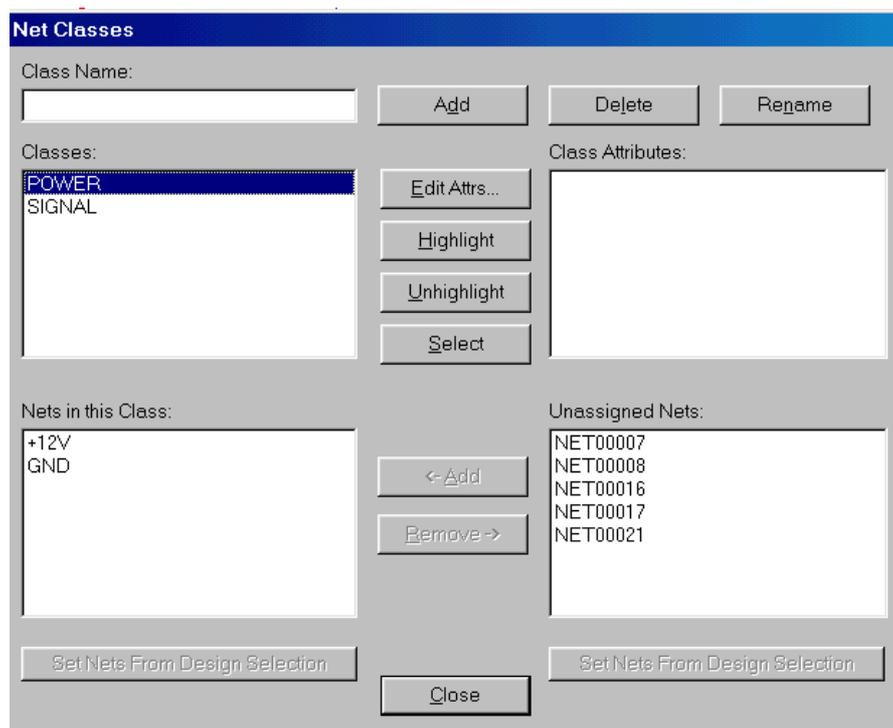

Рис. 6-24. Разделение цепей на классы
2) На панели **Net Classes** (см. рис. 6-24) в окне *Class Name* (имя класса) наберите **POWER** и нажмите кнопку **Add** (добавить). Название класса появится в окне *Classes* в списке классов.